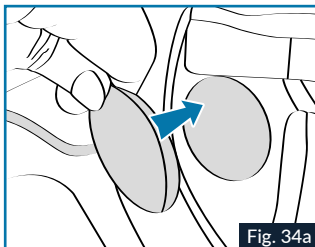

Fig. 34a
6. Insérer dans les logements auriculaires les speakers gauche et droit du SENA FOR SHARK (Bluetooth ou Mesh), la fixation se fait par le velcro présent à l'arrière des speakers et le velcro présent sur les bouchons en mousse présent dans les logements auriculaires. Fig.34a/b